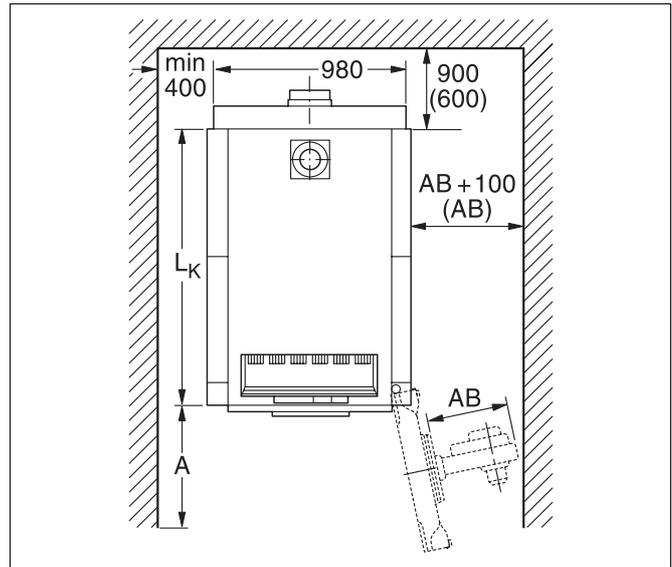

Bild 6 Aufstellraum mit Heizkessel (Maße in mm)
- ▶ Beachten Sie die empfohlenen Wandabstände für das Aufschwenken der Brennergür, für die Heizkesselmontage und für die Reinigung und Wartung (siehe Bild 6 und unten stehende Tabelle).
Bei Unterschreiten des empfohlenen Abstandes A (Bild 6) ist es nicht möglich, eine Reinigung mit dem angebotenen Reinigungsgeräte-Set durchzuführen. Alternativ empfehlen wir, kürzere (Länge ca. 1 m) montierbare Reinigungsgeräte einzusetzen oder eine Nassreinigung durchzuführen.
- ▶ Achten Sie beim Erstellen der Fundamente darauf, nach welcher Seite der Brenner ausschwenkt (Links-Rechts-Anschlag der Brennertür, Bild 6, Seite 14).